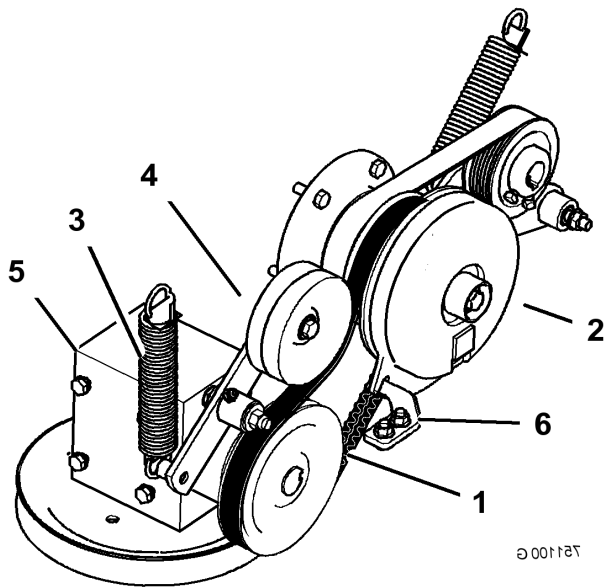

Figure 59
4. Décrochez le ressort du bras de la poulie de tension (Figure 59).
7. Montez la nouvelle courroie d'entraînement de PDF autour de la poulie d'embrayage et de la poulie du boîtier d'engrenages (Figure 59).
9. Raccrochez le ressort au bras de la poulie de tension (Figure 59).